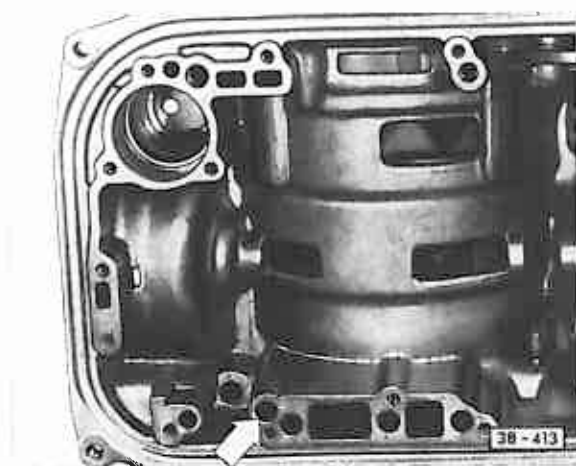

Fig. 10 Frein de 1re: contrôle du fonctionnement
- Fonctionnement: contrôle – fig. 10